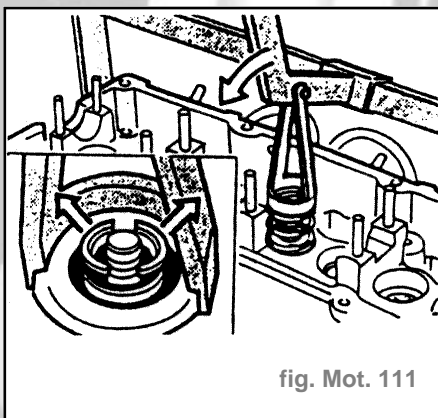

fig. Mot. 111
- Déposer les ressorts de soupape et les cuvettes de ressort. Enlever du disp de montage, par en dessous, la planchette-support et extraire les soupapes (fig. Mot. 111).